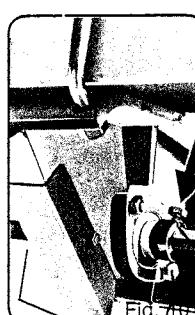

Fig. 9
- Pour faciliter le montage, les paliers ④ et ⑤ ne seront à bloquer qu'après avoir enfilé les arbres hexagonaux.
- Retendre vers le haut les chaînes de blocs roues par les tendeurs ⑥ (fig. 9).
- To make the assembly easier, do not tighten the bearing brackets ④ and ⑤ until the hexagonal shaft has been slid into position.
- Retighten the chains of the drive wheel blocks by setting the tightener in an upward position ⑥ (fig. 9).